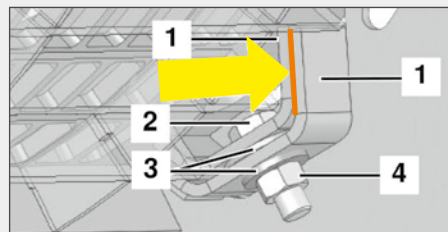

Abb. 10: Untere Befestigung des Heckkorbwechselgitters an der Heckkorbwechselgitteraufnahme
12. Heckkorbwechselgitter mit Sechskantschraube (Abb. 10/2), Scheiben (Abb. 10/3) und einer Sechskantmutter (Abb. 10/4) unten an der Heckkorbwechselgitteraufnahme fest anziehen.
- Die Flächen der außenliegenden Aufnahmen (Abb. 10/1) müssen fest aneinander anliegen (Abb. 10/ Pfeil).